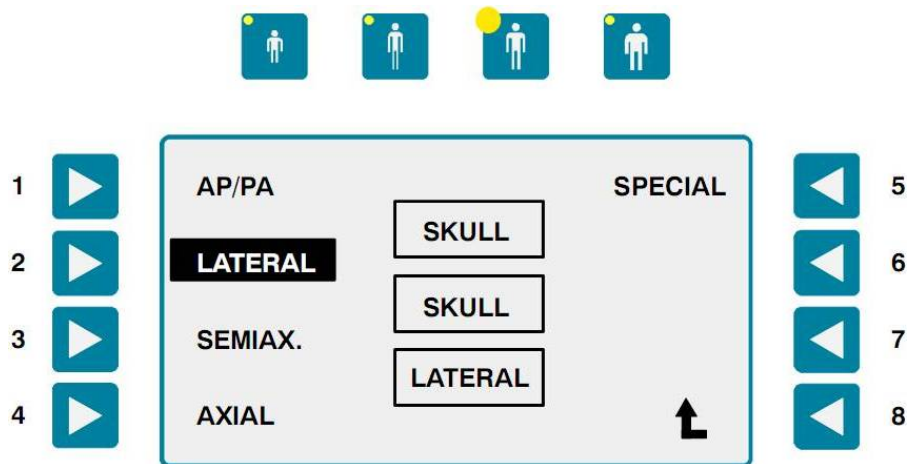

Рисунок 3.10 – Перепрограммирование параметров АПР
- сохранить новый режим работы, нажав на кнопку выбранной комплекции пациента и, не отпуская ее, нажав на выбранную проекцию (см. рисунок 3.10).